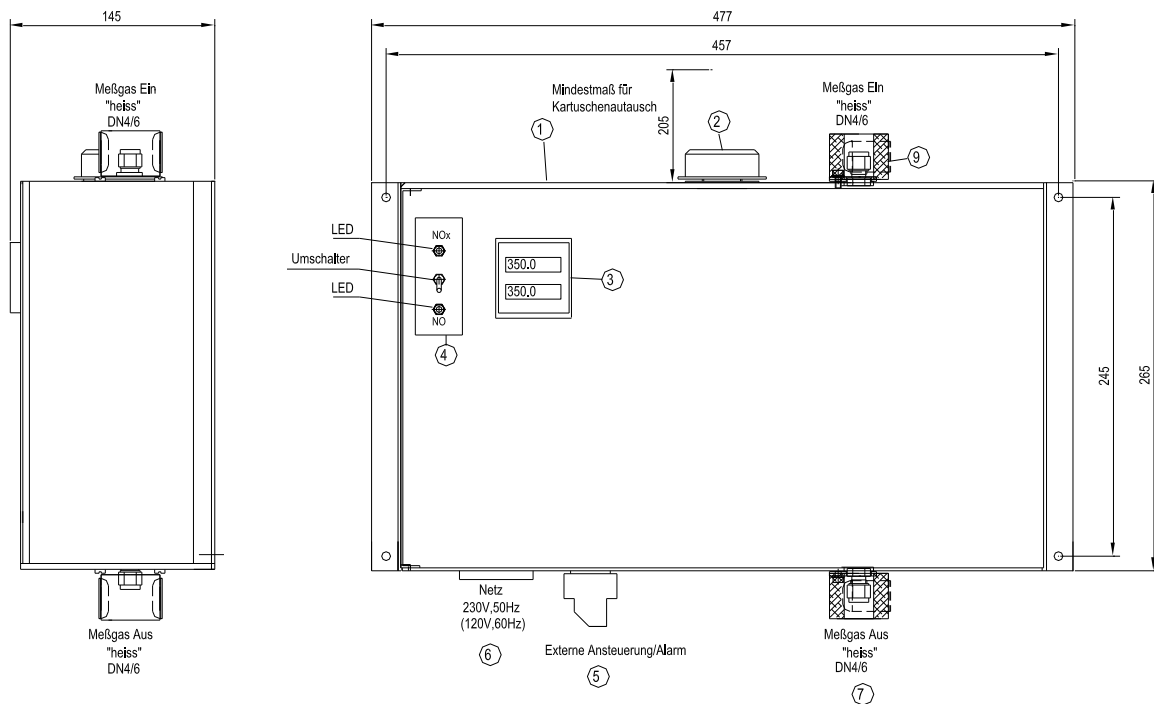

Abbildung 5 CG-2H-W und CG-2MH-W
Abbildung 5 zeigt die Konvertereinheit Version **CG-2H-W** und **CG-2MH-W** im Wandaufbaugehäuse.
Die M&C Gas-Konverter **CG-2H-W** und **CG-2MH-W** sind als kompakte, bediener-, service- und montagefreundliche Wandaufbaugeräte ① (Abb.5) ausgeführt.